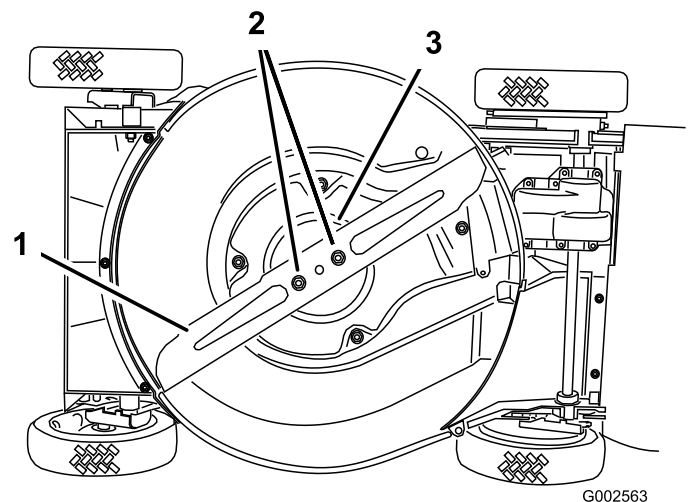

Figura 34
4. Vuelque el cortacésped hacia su lado **derecho** (Figura 34).
Sujete el extremo de la cuchilla usando un paño o un guante grueso. Retire las tuercas de la cuchilla, el protector de césped y la cuchilla (Figura 34).
5. Retire las 2 tuercas de la cuchilla, el protector de césped y la cuchilla (Figura 34).